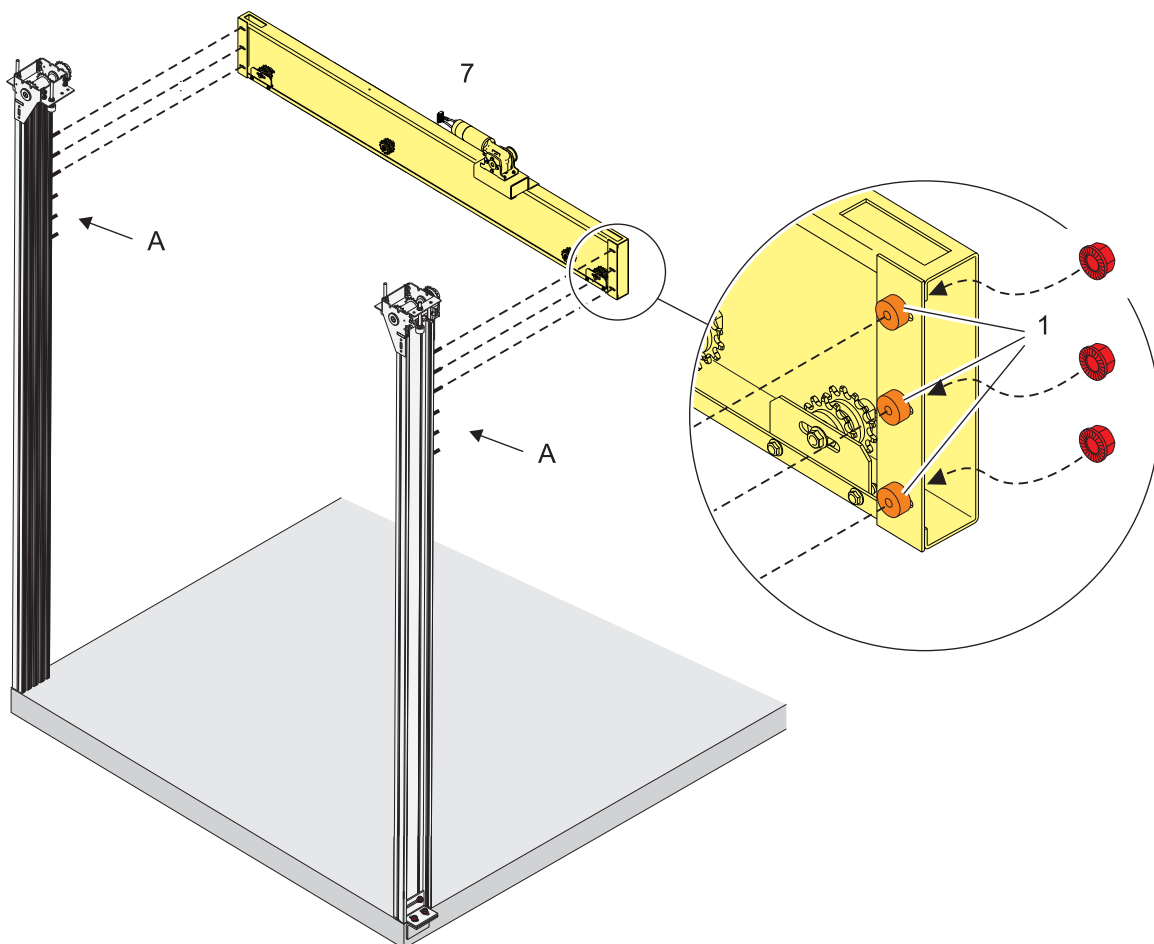

Abb. 13
- A.2 Befestigung des quer verlaufenden Abdeckbleches (Bauteil (1), Abb. 13 auf Seite 20) mittels Winkel am Kabinendach, Maximalabstand pro Winkel 300 mm